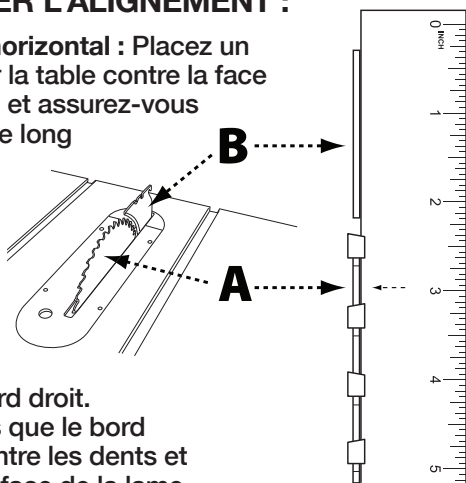

FIGURE 17a
1. **Alignement horizontal :** Placez un bord droit sur la table contre la face de la lame (A) et assurez-vous qu'il s'étend le long du couteau diviseur (B), comme le montre la Figure 17a. Le couteau diviseur doit à peine toucher le bord droit. Assurez-vous que le bord droit passe entre les dents et repose sur la face de la lame et le couteau diviseur pour un alignement correct.